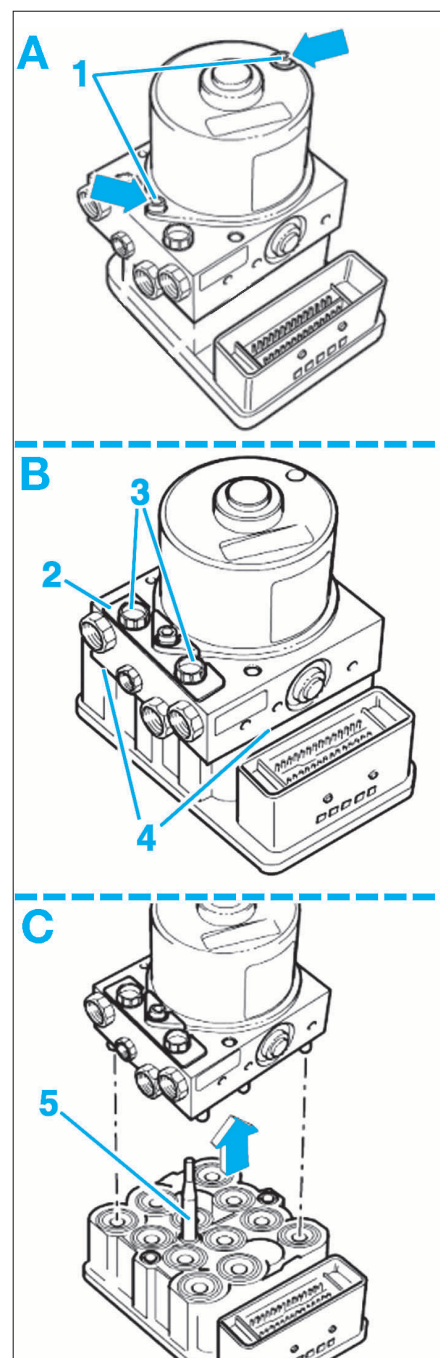

FIG. 19
- Déposer les vis de fixation de la pompe hydraulique (1), à l'aide d'une douille Torx E5 (Fig.19).